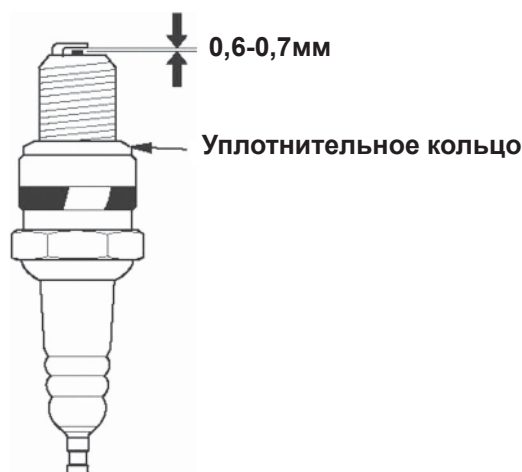

Рис.11
5. Проверьте целостность уплотнительного кольца. Измерьте зазор между электродами свечи зажигания щупом соответствующего размера. Зазор должен быть 0,6-0,7 мм. При увеличении или уменьшении требуемого зазора рекомендуется заменить свечу, так как регулировка зазора может привести к изменению качества искрообразования (рис.11).